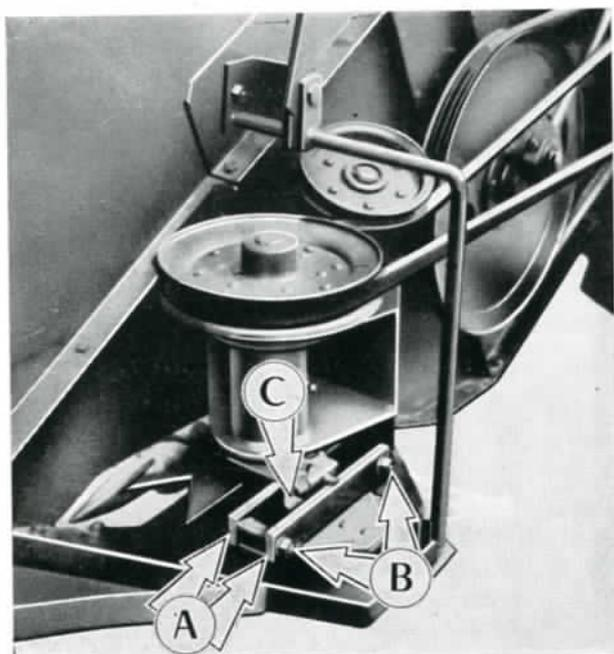

FIG. 17
1. Amener la tête de lame en fin de course vers l'extérieur (fig. 17).
2. Desserrer les deux boulons de fixation (B) des plaques d'entraînement.